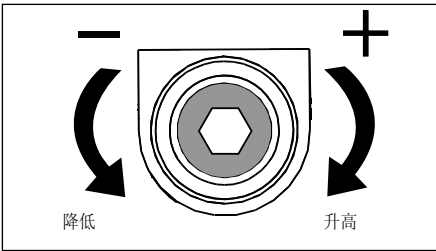

图 14, 溢流阀调节螺钉
4. 使用 7/32" 内六角扳手拧松溢流阀调节螺钉大约 2 圈。见图 14。